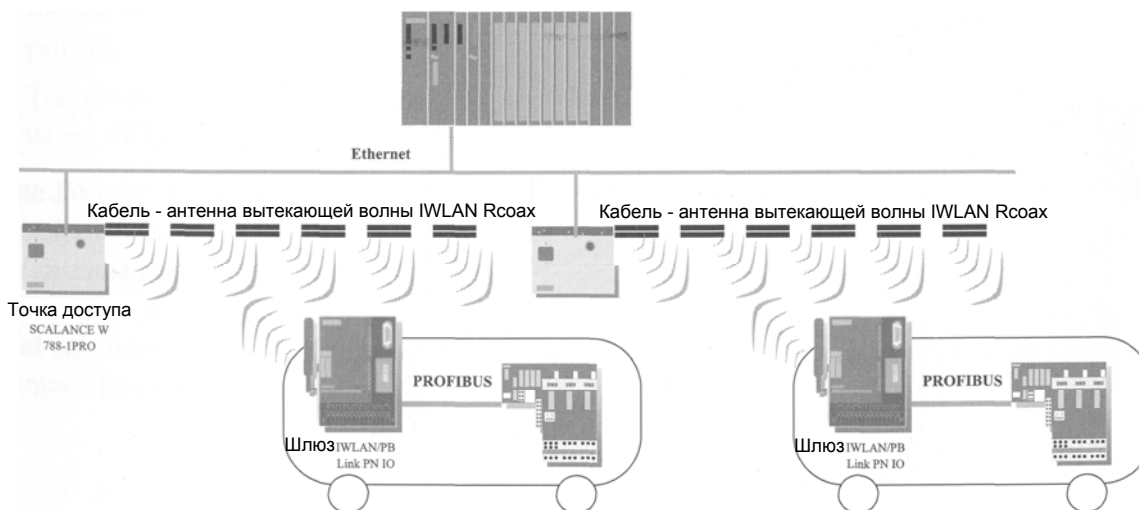

Рис. 7.25 Применение кабеля IWLAN RCoax Cable для обеспечения бесконтактного обмена данными с мобильными объектами в надземных конвейерах
Шлюз IWLAN/PB Link PN IO поддерживает использование технологии IWLAN со специальной антенной RCoax и WLAN-антеннами для беспроводной или бесконтактной передачи данных. Применение WLAN-антенны или других подходящих антенн, например, специального кабеля "RCoax cable" в качестве антенны вытекающей волны ("leaky wave conductor"), обеспечивает коммуникации в автоматизированной системе с мобильными приложениями (см. рис. 7.25 и раздел 7.4.8). Это означает, что известные решения на базе рельсовой системы со скользящими контактами для коммуникаций в Profibus с мобильными устройствами может быть заменена на бесконтактную систему передачи данных на базе технологии IWLAN.
- В надземных конвейерах в качестве замены скользящих контактов для передачи данных и сигналов управления может применяться шлюз IWLAN/PB Link PN IO вместе с кабелем RCoax Cable, что обеспечивает беспроводный обмен данными по всей производственной площадке. С точки зрения управления мобильными объектами в надземных конвейерах это наиболее экономичное решение (см. рис. 7.25).